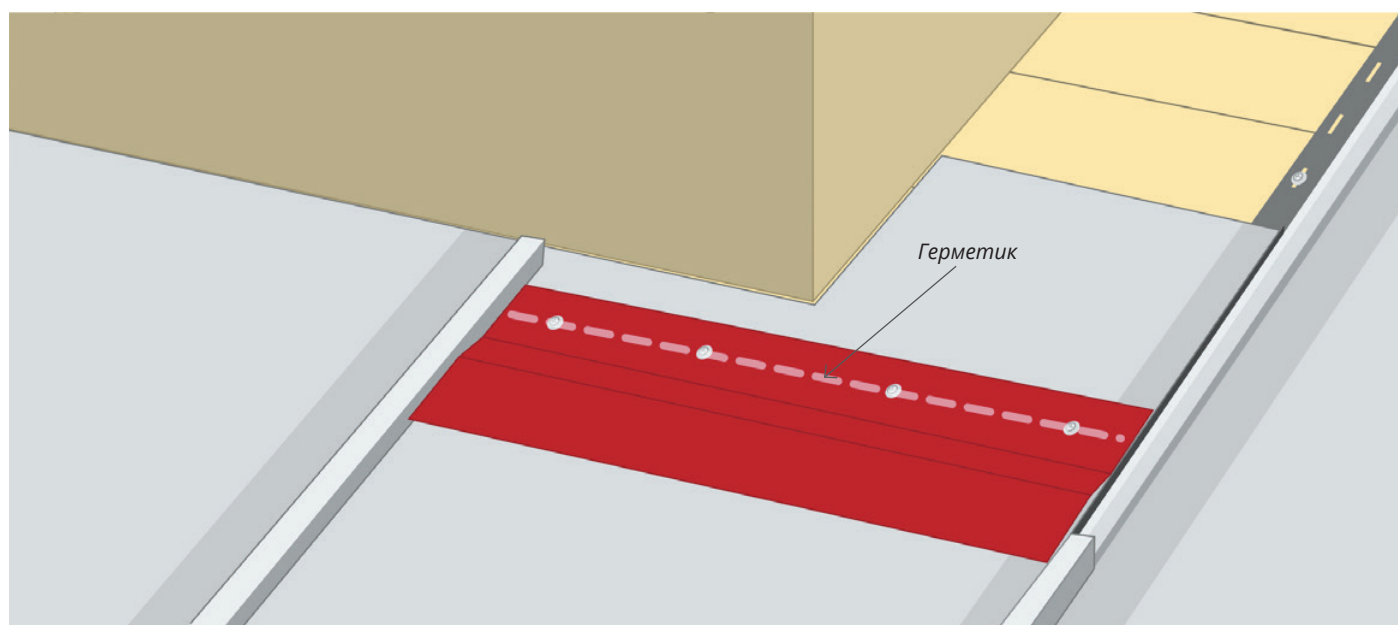

Рисунок 2
2. Установите и закрепите саморезами ПШ крепежную планку (Рис. 2).